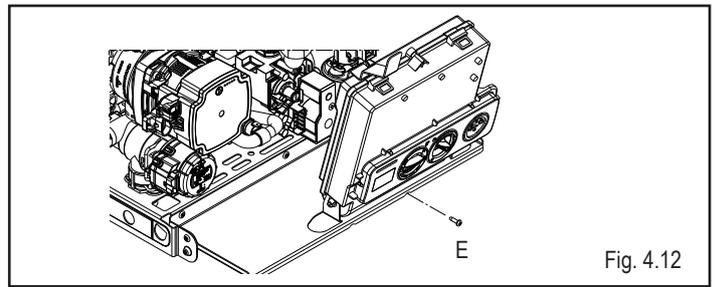

Fig. 4.12
- rimuovere la vite (E) che fissa il cruscotto
- sollevare, quindi ruotare il cruscotto verso di sé (fig.4.12)
- rimuovere la vite (E) che fissa il cruscotto (Fig. 4.12)